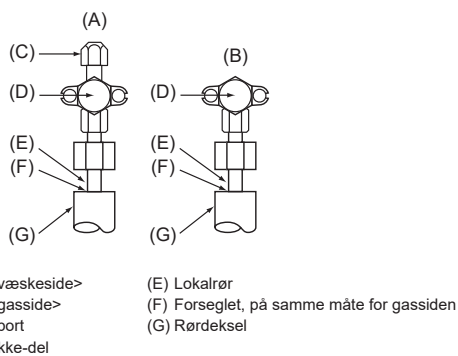

Fig. 4-4
4.4. Metode for å teste om kjølemiddelrør er lufttett (Fig. 4-4)
- Sørg for at ventilene (A) (B) er stengt. Du må heller ikke åpne dem.
- Sett trykk på kjølemiddellinjene gjennom serviceporten (C) i væskeventilen (A).
- Hvis trykket faller i trinn (2) eller (3), finnes det en gasslekkasje. Se etter kilden til gasslekkasjen.